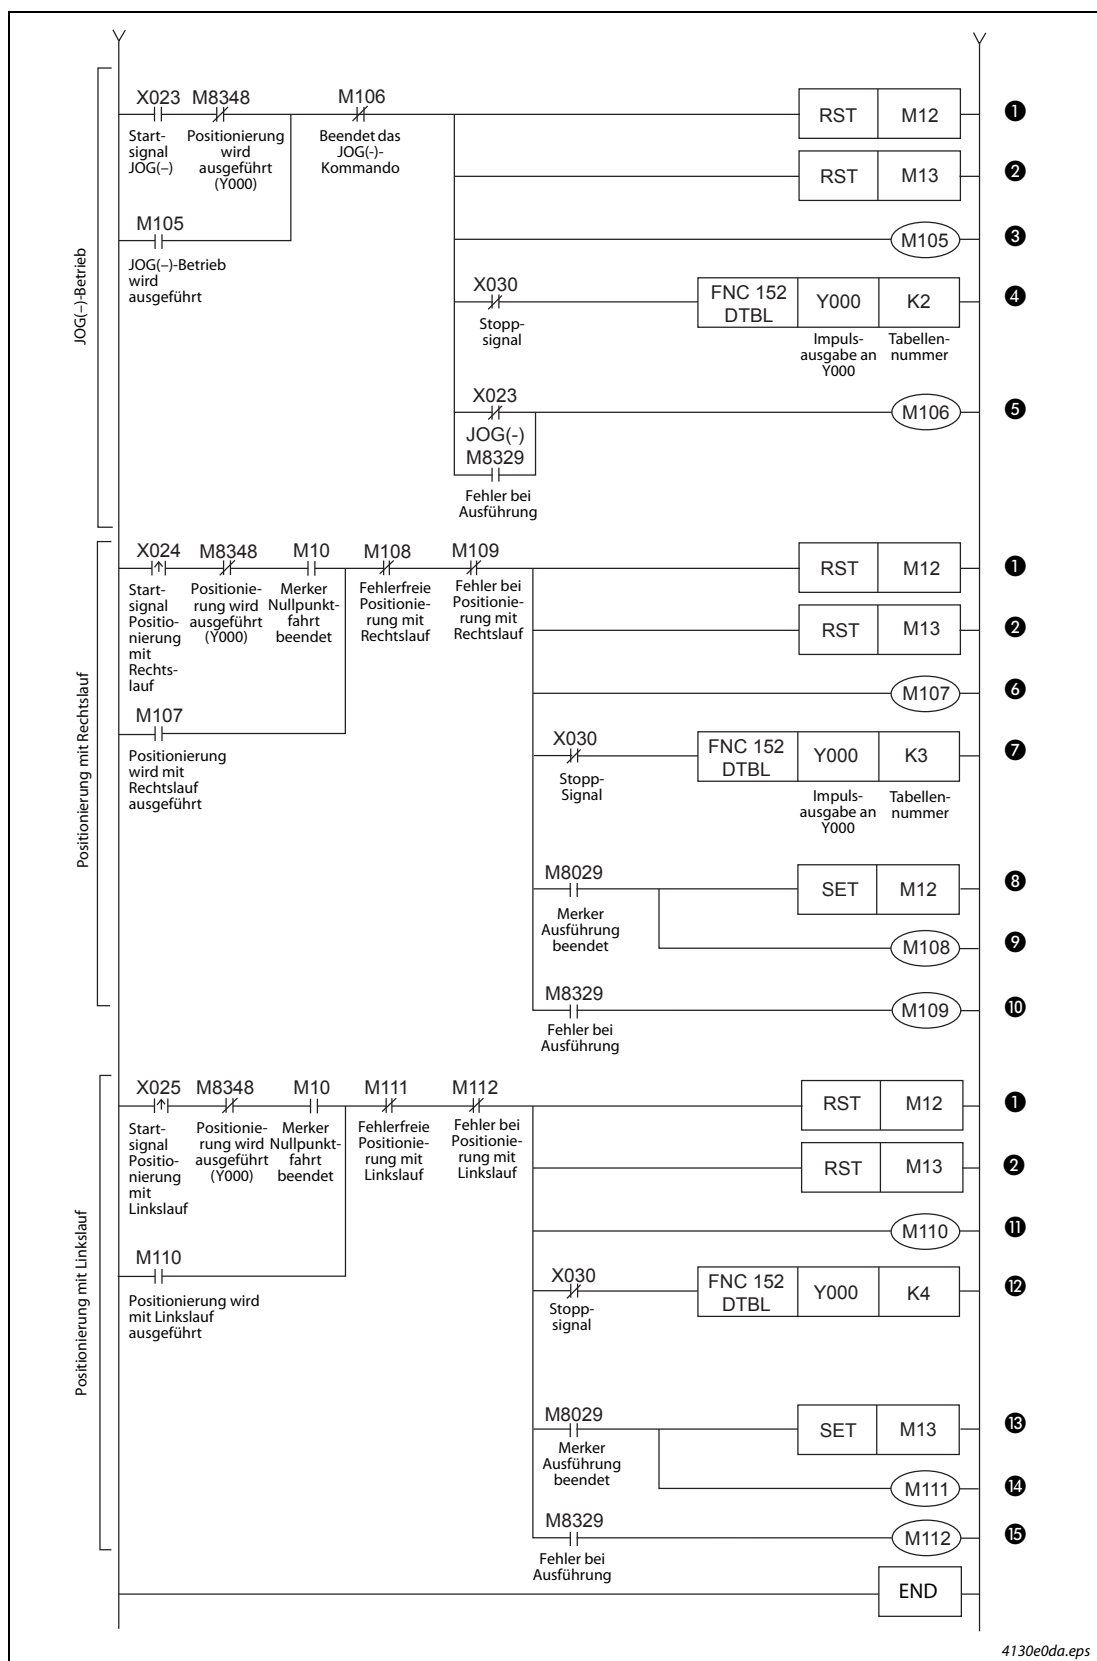

Abb. 4-14: Kontaktplan des Programmbeispiels (2)
⑦	Freigabe der Nullpunktfahrt durch Ausgabe des Löschsinalns CLEAR am Ausgang Y020.
⑧	Die Nullpunktfahrt wird bei Rechtslauf ausgeführt.
⑨	Die Nullpunktfahrt wird ausgeführt.
⑩	Anweisung zur Nullpunktfahrt mit Näherungsschalter (DSZR) (Löschsinaln CLEAR am Ausgang Y020)
⑪	Setzen des Merkers „Nullpunktfahrt beendet“
⑫	Setzen des Merkers „Nullpunktfahrt fehlerfrei“
⑬	Setzen des Merkers „Fehler bei Nullpunktfahrt“
⑭	Der JOG(+)-Betrieb wird ausgeführt.
⑮	Mit der Anweisung DTBL wird die erste Zeilenr. der Positionierungstabelle für die Impulsausgabe am Ausgang Y000 ausgeführt.
⑯	Der JOG(+)-Betrieb wird beendet.
Tab. 4-6: Beschreibung des Kontaktplans in Abb. 4-14 (1)
- ① Die Endschalter für Rechts- und Linkslauf müssen so verdrahtet sein, dass sie im Normalbetrieb eingeschaltet sind (Öffner).